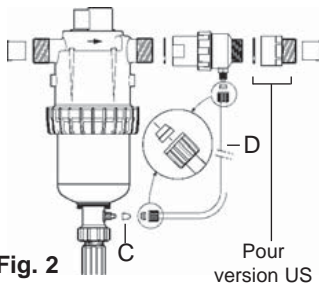

Fig. 2
Pour les modèles Injection Externe (IE) qui permettent de travailler avec certains concentrés corrosifs, le Dosatron est également livré avec une canne d'injection externe (**Fig. 2-D**).